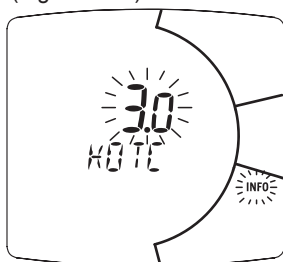

Figura 5.40
- Premere per più di 10 secondi il pulsante  per entrare in modalità " Parametri Impianto" (Figura 5.40).
L'andamento della temperatura al variare dell'impostazione fatta con i tasti 15 e 16 per un $K = 1,5$ è illustrato nella Figura 5.40.